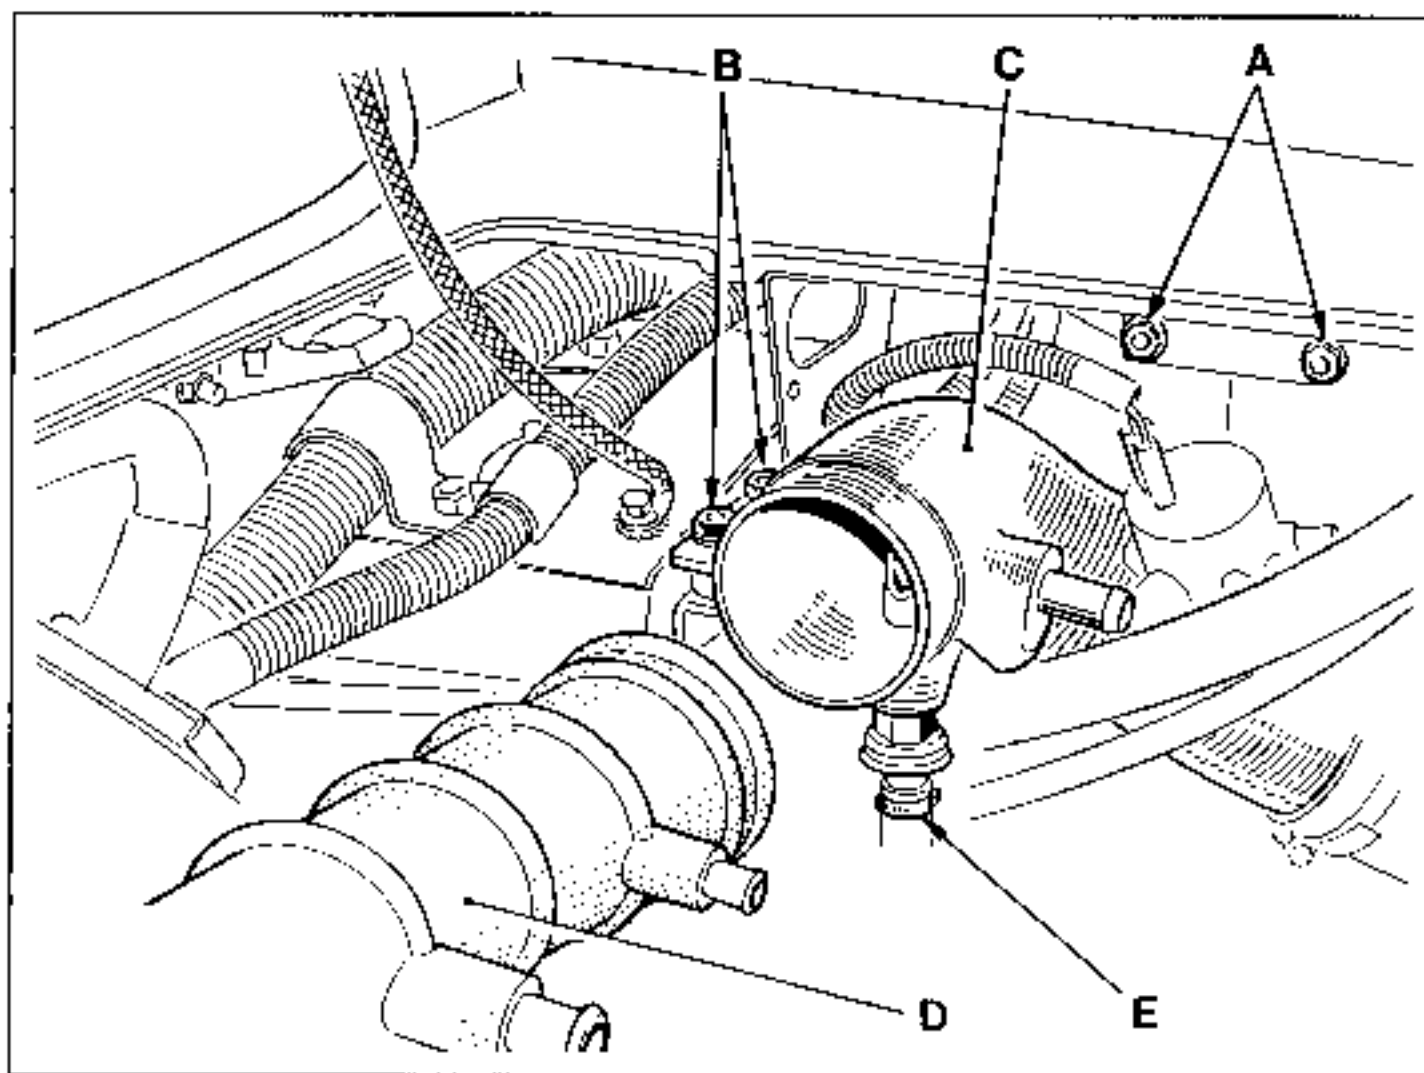

Fig.1
- Déposer la durit caoutchouc d'entrée d'air turbo (D) (Fig.1).
- Déposer le coude aluminium (C) en procédant dans l'ordre suivant :
- 2) Déposer les 2 écrous du support de vanne S.E.M. (A) et écarter l'ensemble.
- 3) Déposer les 2 écrous de fixation du coude aluminium (B).
- 4) Écarter le coude aluminium pour retirer le collier du clapet de purge canister en dessous (E) et déboîter la durit.